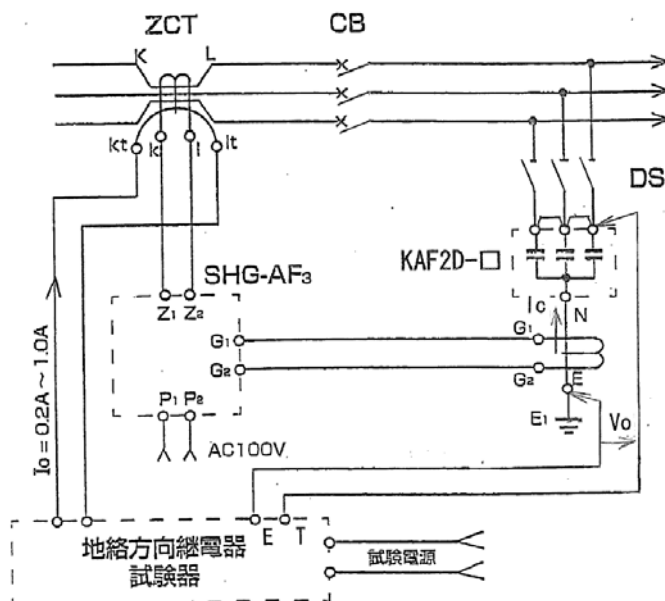

図1. $V_o - I_o$ 印加用の試験器接続図
(1) 地絡方向継電器用試験器 (V_o－I_o出力タイプ) を用意して下さい。
(2) 受電設備が、無電圧状態になっていることを確認して下さい。
(3) 高圧回路を接地し、コンデンサを放電させて下さい。
(4) 接地コンデンサ (KAF 2 D－□) の高圧側の断路器 (開閉器) を開放して下さい。
(5) 接地コンデンサの高圧側の3相をジャンパ線にて接続して下さい。
(6) 試験器のV_o、I_o出力を図1のように接続して下さい。(動作時間測定用の継電器接点の取り合いは省略してあります)